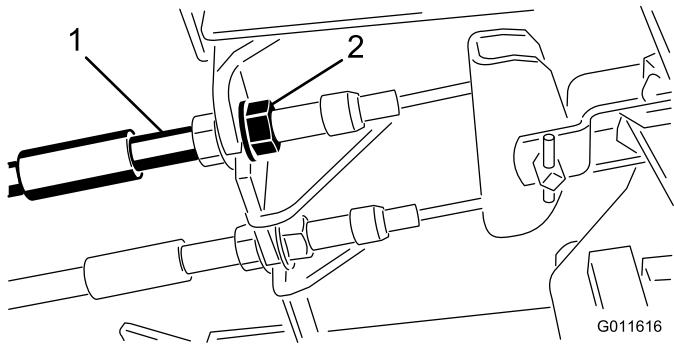

図 72
- 遊びを減らす（ブレーキを締める）には、ブレーキ・ケーブルのネジ山の前ナットをゆるめ、後ろのナットを締める（図 72）。